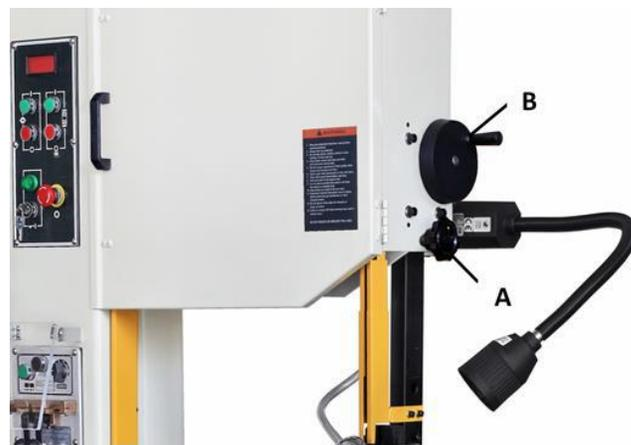

Figure 8
1. Lever le guide-lame supérieur en desserrant le bouton de blocage (A, Figure 8) et en tournant dans le sens horaire la manivelle du guide-lame (B) jusqu'en butée.
1. Desserrer la molette de blocage (A, Figure 8) et tourner la manivelle du guide-lame (B, Figure 8) jusqu'à ce que l'ensemble guide-lame soit à mi-chemin entre la table et le haut, puis serrer la molette de blocage (A, Figure 8).